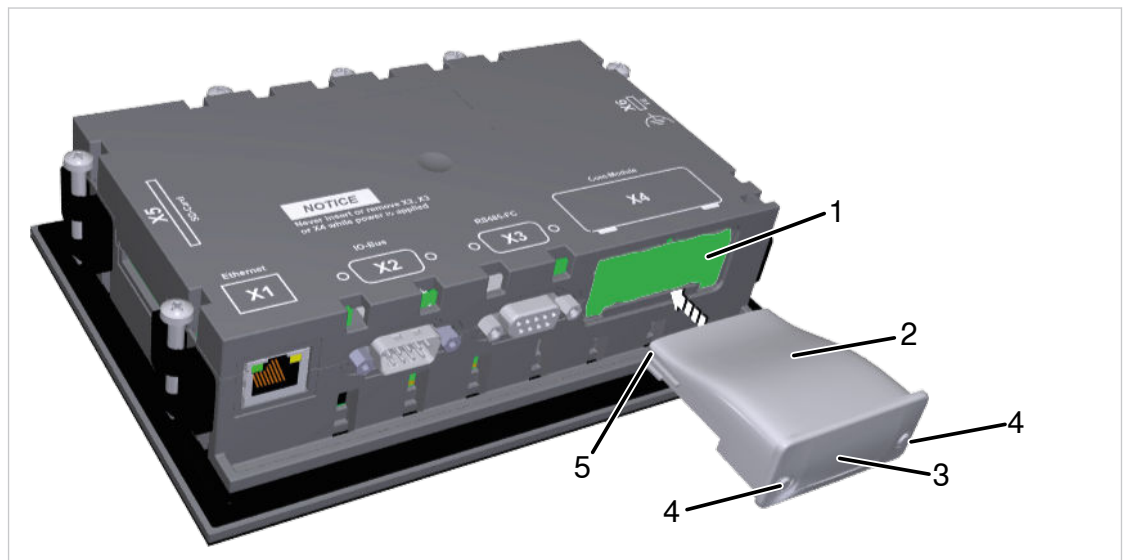

Fig. 33 Insérer le module de communication
Présenter le module de communication comme indiqué sur la Fig. 33 Insérer le module de communication.
1. Aligner le module de communication ②.
2. Insérer le module de communication dans l'interface X4 ① jusqu'à ce qu'il s'enclenche (voir fig. Fig. 33 Insérer le module de communication).
- ✓ Le module de communication est correctement monté si sa façade ③ est à fleur par rapport au boîtier du SIGMA CONTROL2.
3. Serrer les vis ④ à la main avec un tournevis Torx T9.